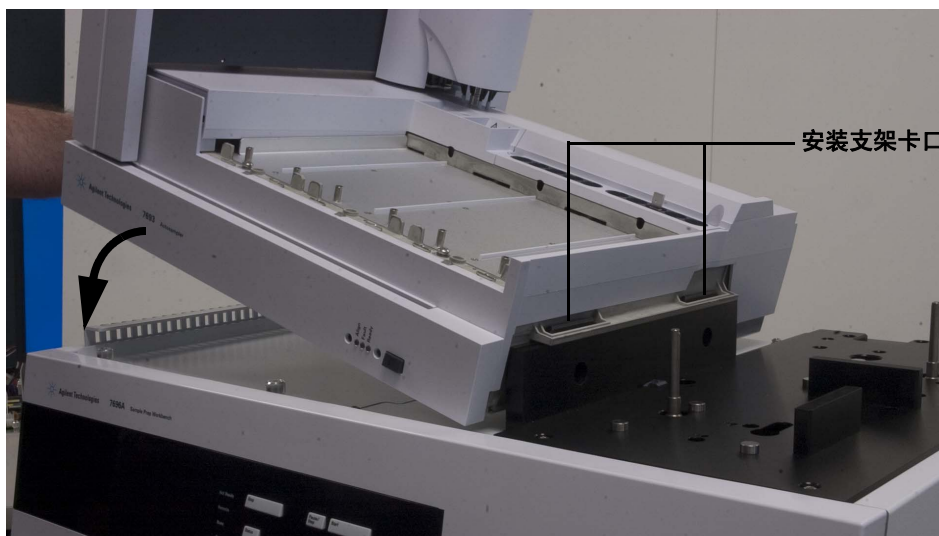

图 12 将样品盘安装到主机上
- 1 用双手将样品盘小心地向下放在主机底座上。将样品盘安装支架卡口与主机安装支架对齐（图 12）。按一定角度降低样品盘位置，使支架上较低的卡口插入主机安装支架上的接头。确保样品盘安装支架卡口与主机安装支架对齐。